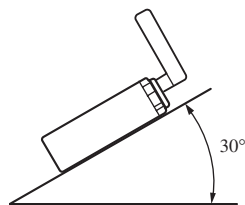

Fig. 8
- Se l'angolo di installazione supera i 30° rispetto alla posizione orizzontale, l'apparecchio potrebbe non fornire prestazioni ottimali. (Fig. 8)